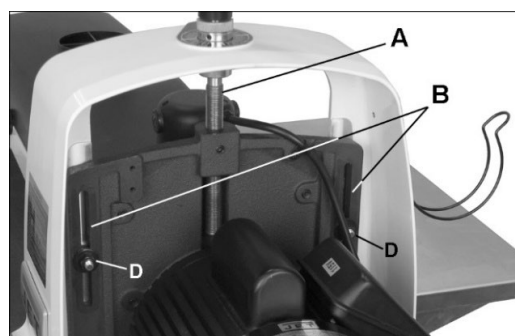

Abb. 10-1 Schmierungsstellen
- Die Höhengspindel (A, Abb. 10-1) gelegentlich schmieren.
- Die Gleitbereiche der Motorplatte (B, Abb. 10-1) sauber halten.
Ziehen Sie alle 4 selbstsichernden Muttern (D, Abb. 10-1) an der Motorplatte fest und lösen Sie sie nachher 1/8 bis 1/4 Umdrehung.